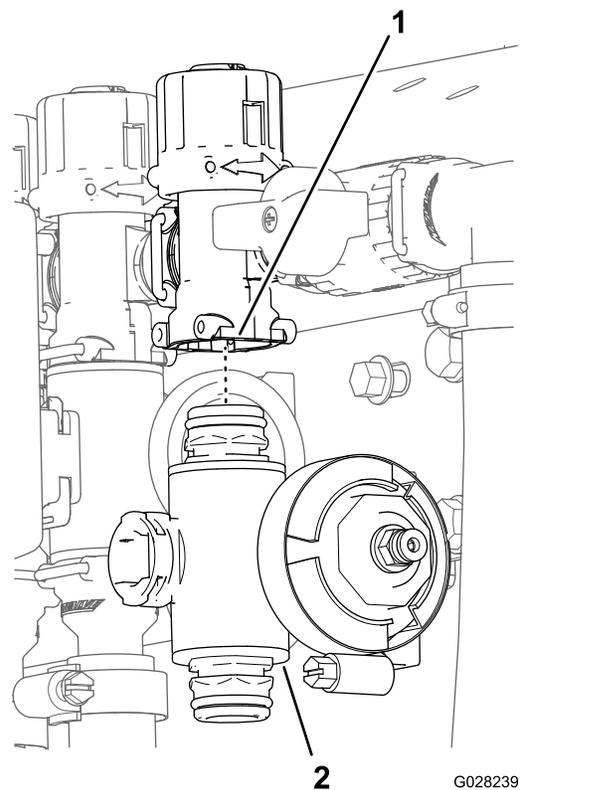

図 75
3. 左ブームまたは右ブームバルブの場合は、バルブをバルブマウントに固定しているフランジヘッドボルトとフランジロックナットを外してバルブマニホルドを機体から取り出す。右ブームバルブの場合は、機体からブーム用のバルブマニホルドを取り出す 図 75。